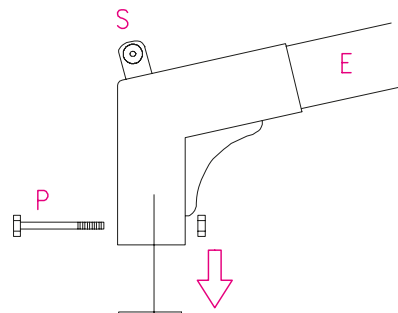

Fig. 3a
- (Abb. 3a) Die schwenkbare Stange (E) in das Standrohr (D) stecken und die beiden Teile mit der Mutterschraube (P) befestigen.
- Bei dem Zusammenbau des Standrohrs (D) mit dem Endteil (R) ist darauf zu achten, dass die Position des Druck-Knopfes d' wie (Abb. 3a)
- (fig 3a) introducir el tubo inclinado (E) en el tubo vertical (D) y bloquear las dos partes con el bulón (P).